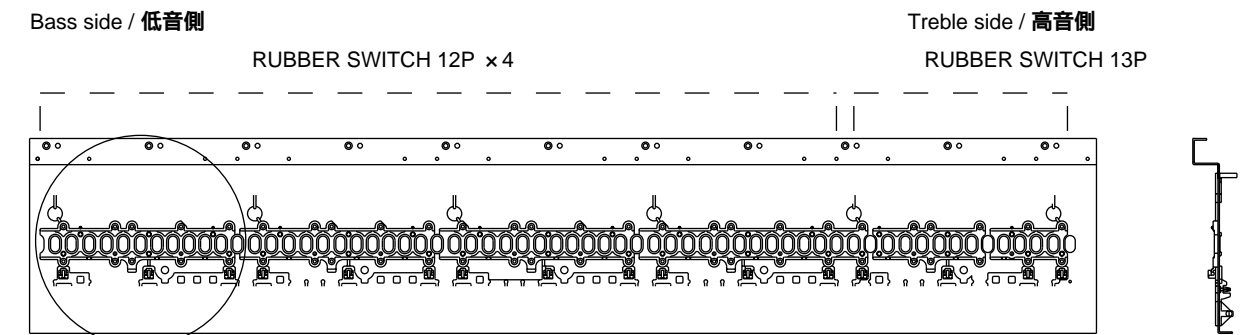

Fig.1
- 1) Turn over the keyboard as shown in Fig. 1 . Place the RUBBER SWITCH 12P on 4 chassis, from the left (lowest note) upward, with respect to slots in the chassis. Make sure that each switch is aligned with corresponding air groove in the chassis(Fig.2). Similarly, Place the RUBBER SWITCH 13P on the right section (high note) chassis.
- 1) Fig.1のようにシャーシを裏返します。次にRUBBER SWITCH 12Pを長穴に合わせて左側（鍵の低音部）より順に4つシャーシに配置します。このときRUBBER SWITCHとシャーシの空気溝の位置が合っていることを確認して下さい（Fig.2）。そして右側（高音部）にはRUBBER SWITCH 13Pを同様に配置します。